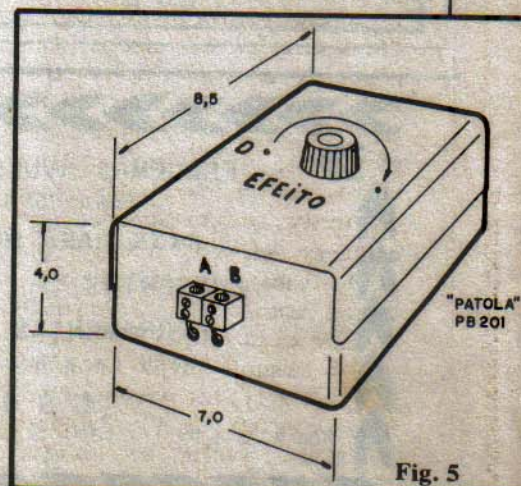

Fig. 5
- FIG. 5 - Sugestão para o acondicionamento do circuito da LUFA num **container** padronizado (de fácil aquisição no varejo de Eletrônica). A caixa "Patola" indicada apresenta dimensões e forma plenamente compatíveis com a acomodação da plaquinha, devendo o potenciômetro ficar centrado na tampa (painel principal) da caixa, enquanto que os terminais de Saída podem ser instalados numa das laterais do **container**, conforme sugere a figura. A caixa recomendada é totalmente plástica, favorecendo a isolamento geral do circuito e a segurança do operador. Em qualquer caso, **NÃO** utilizar caixa metálica...